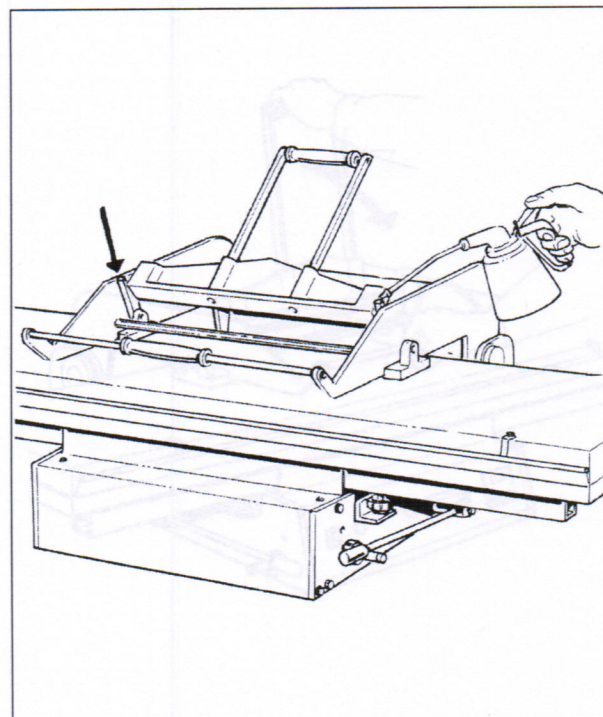

Fig. 11
- Lubrificare settimanalmente con qualche goccia d'olio le bielle (Fig. 11).
- Chaque semaine, lubrifier les bielles avec quelques gouttes d'huile (Fig. 11).
- Lubricate connecting rods with a few drops of oil once weekly (Fig. 11).
- Wenn der Abstand zwischen dem unteren und dem oberen Tisch erhöht werden soll, kann die Distanz mit den vier Zugbolzen unterhalb des unteren Tisches geregelt werden (Abb. 11).